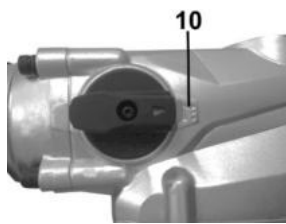

Рисунок 2-2
2.3.1 Виріб має два режими роботи: ударний та ударно-обертальний. Перемикання режимів роботи виробу здійснюється поворотом перемикача (4) з одного крайнього положення в інше у бік відповідного символу режиму роботи:
• Ударно-обертальний режим (режим буріння) - перемикач (4) у положенні  (положення (10), рисунок 2-2).